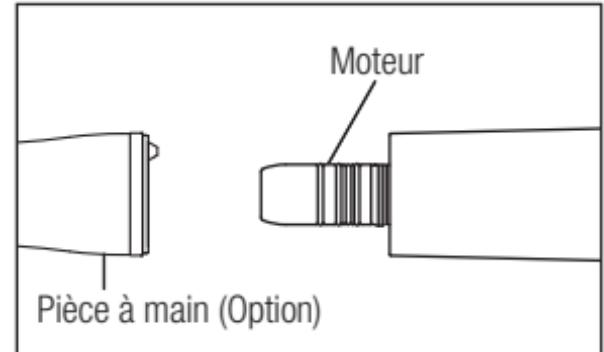

Fig. 2
- 1) Connectez la pièce à main directement au moteur. (Fig. 2) Si vous connectez une pièce à main optique, tournez la pièce à main jusqu'à ce que vous entendiez un clic indiquant qu'elle est bien positionnée.